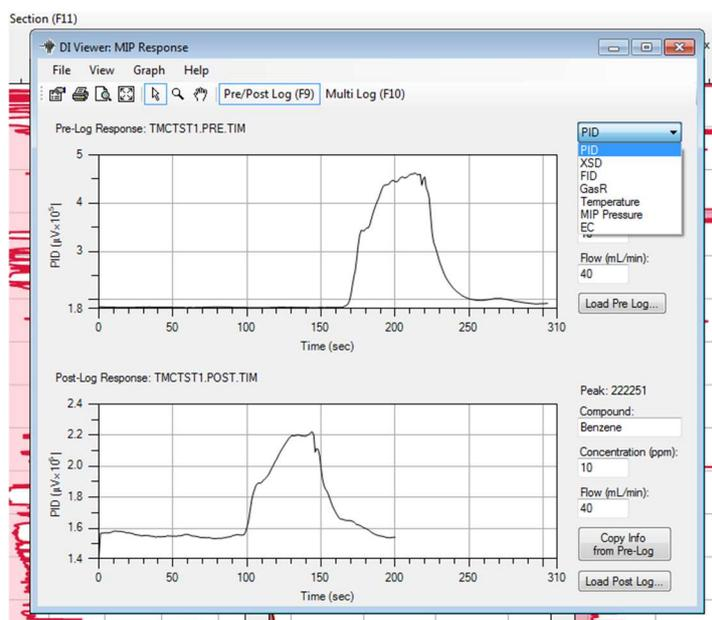

Figure 29 : Sélection des séries de données dans le fichier des test-réponses MIP.
5. Afin de changer les données visibles, sélectionnez l'onglet déroulant qui donne accès aux séries de données dans le coin supérieur droit (Figure 29). Ceci changera les deux graphes à la fois. Les détecteurs sont nommés comme l'opérateur les aura assignés dans le logiciel DI Acquisition lors de l'enregistrement sur chantier.